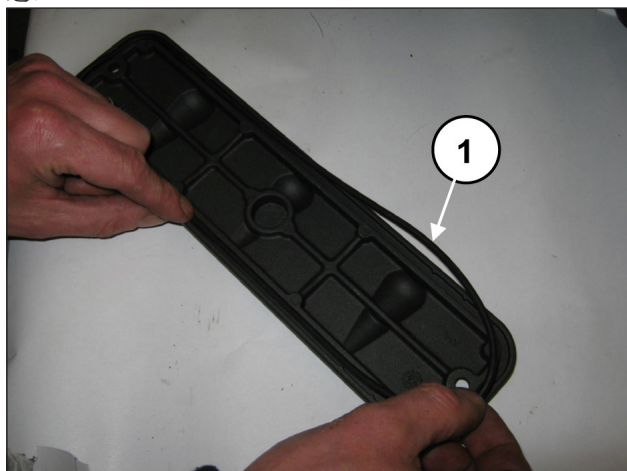
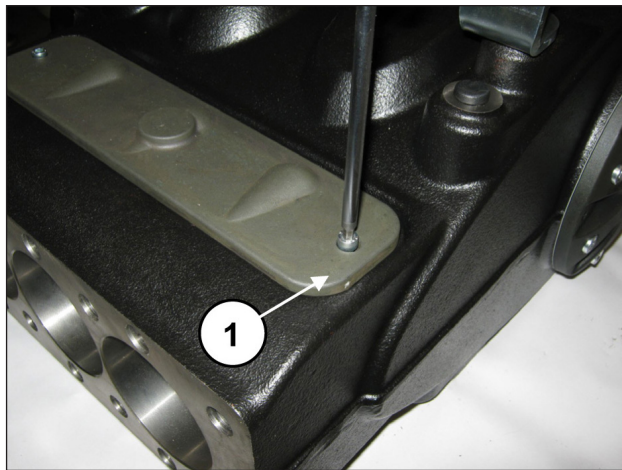

图 93
图 94
用 O 形圈套在检测盖上（位置①，图 93），并用 2 个 M6x14 螺栓（位置①，图 94）和 2 个 M6x40 螺栓固定。利用扭力扳手调节螺栓，如第 3 章“螺栓紧固的调节”所述。